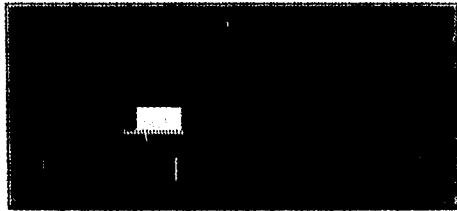

Figura 4.42
2. El cuadro de diálogo PRINT que se muestra en la Figura 4.42 será desplegado. Se podrá cambiar la información del arreglo de la impresora oprimiendo el botón SETUP...